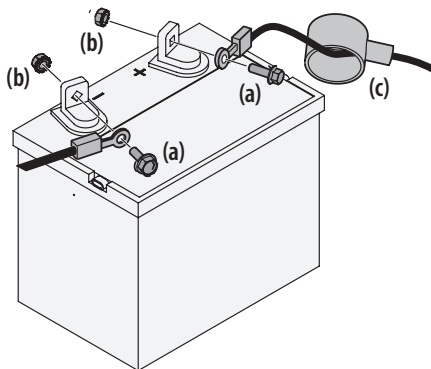

Figure 12
- Le cas échéant, retirez le cache en plastique de la borne positive de la batterie. Branchez le connecteur rouge sur la borne positive de la batterie (+) à l'aide du boulon (a) et de l'écrou hexagonal (b). Consultez la Figure 12.
- Le cas échéant, retirez le cache en plastique de la borne négative de la batterie, puis branchez le câble noir la borne négative de la batterie (-) à l'aide du boulon (a) et de l'écrou hexagonal (b). Consultez la Figure 12.
- Déposez la protection en caoutchouc rouge (c) sur la borne positive de la batterie pour la protéger contre la corrosion. Consultez la Figure 12.